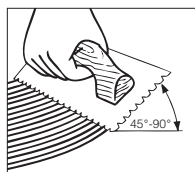

Figura 7
- Sostenga la llana a un ángulo mínimo de 45° (Figura 7) firmemente contra la base para obtener un índice de distribución de 50-60 pies cuadrados (4-5.5 metros cuadrados) por galón. La llana deja resaltes de adhesivo y muy poco adhesivo entre los resaltes. Esto aún le permitirá ver los cordeles entizados entre los resaltes y obtener el índice de distribución recomendado.